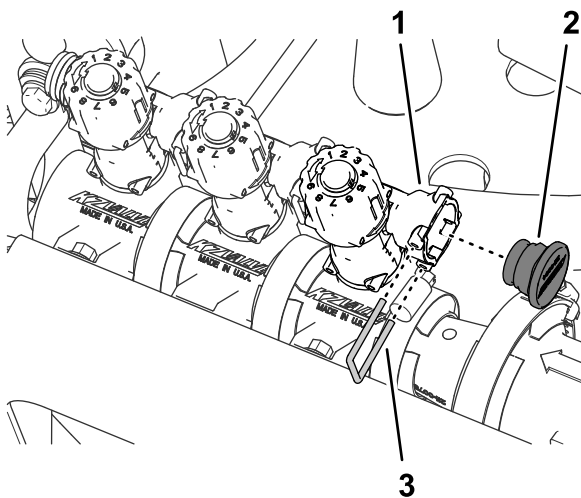

Figura 65
8. Montate il tappo nella presa ad attacco rapido della valvola di bypass (**Figura 65**).
9. Fissate il tappo alla presa ad attacco rapido con il fermo che avete rimosso al passaggio 3 (Figura 65).